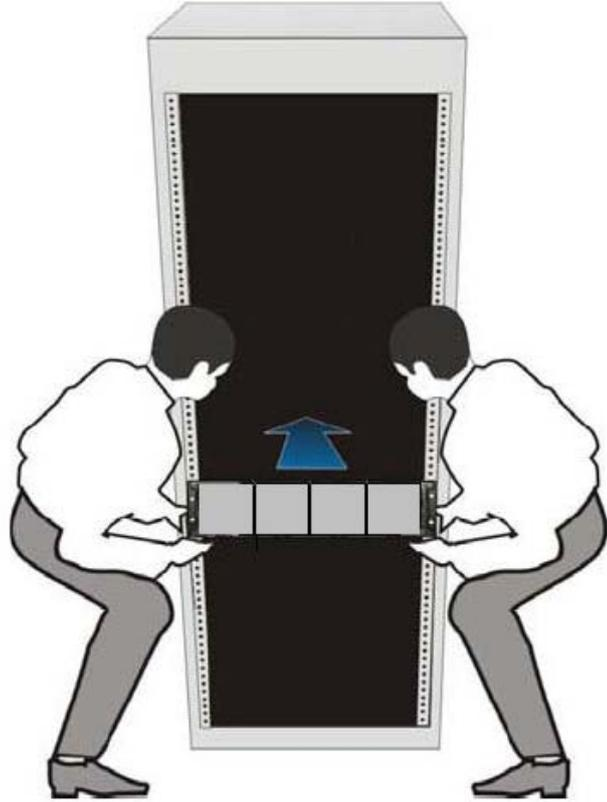

图 1-5
- 2、保持存储设备水平，将设备前端放置在 L 型导轨上（此时前端的人员仍须用力托住，保证安全），平稳地推入机柜，推入大约 1/3 后，可以减少为两人，最后将机器完全推入机柜中，如图 1-5 所示。